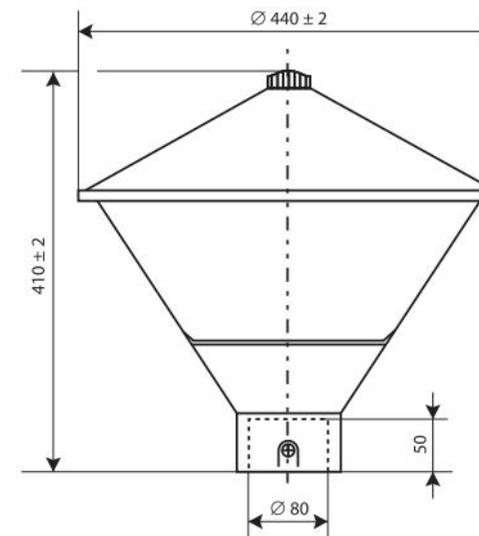

Рисунок 1
2.1 Светильники торшерные серии ЖТУ/ГТУ/РТУ/НТУ01 «Огонёк» (рисунок 1) предназначены для функционально-декоративного освещения парков, скверов, бульваров, зон отдыха, территорий микрорайонов, коттеджных поселков.